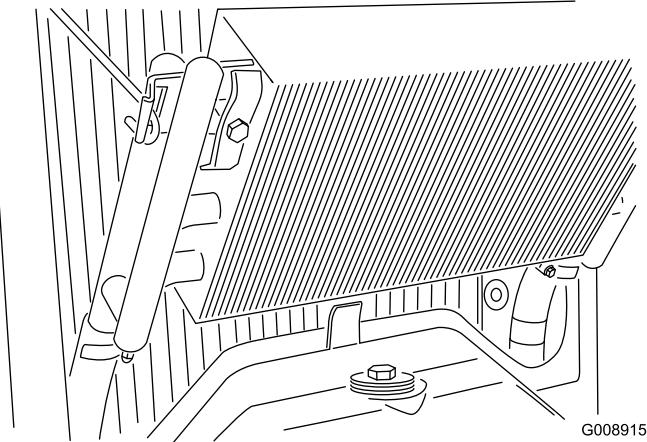

Figure 67
4. Déverrouillez le refroidisseur d'huile et faites-le basculer en arrière (Figure 67).